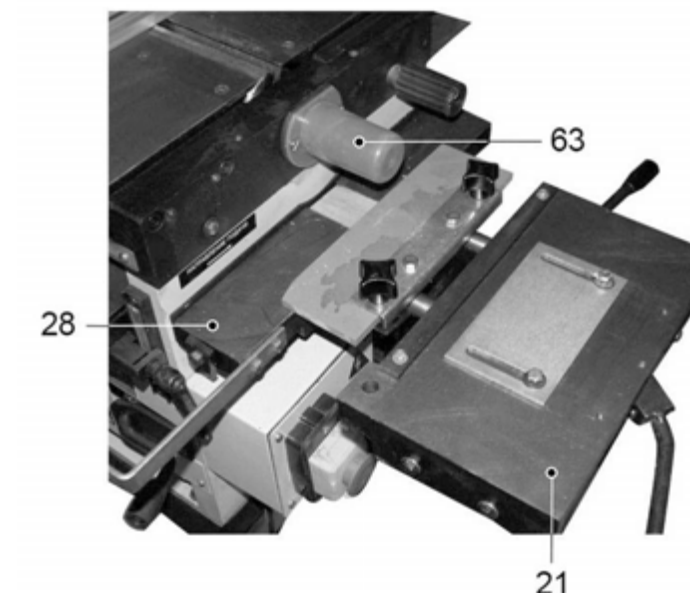

Рис. 15
8.3.7. При выполнении строгальных или пильных операций свободная часть шпинделя, предназначенная для крепления фрезерного оборудования и режущего инструмента, должна быть закрыта защитным стаканом (63), Рис. 15